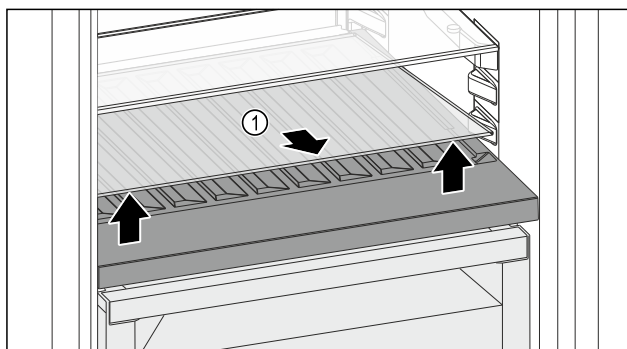

Fig. 96
- Podnieść płytę szklaną Fig. 96 (1) z przodu przy zagłębieniu i wyciągnąć.
- Przechować płytę szklaną Fig. 96 (1) w bezpiecznym miejscu poza urządzeniem.